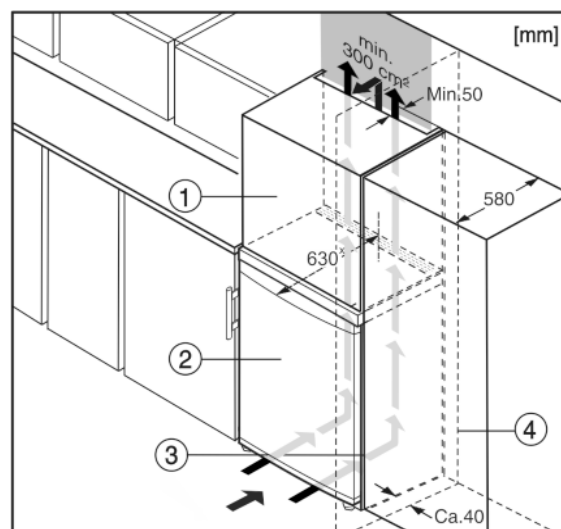

Fig. 6
- (1) Mobile da appoggio
- (2) Apparecchio
- (3) Mobile da cucina
- (4) Parete
L'apparecchio può essere incassato nell'arredamento per la cucina. Per adattare l'apparecchio Fig. 6 (2) all'altezza della cucina componibile, è possibile applicare sopra l'apparecchio un adeguato mobile da appoggio Fig. 6 (1).*
Se la cucina possiede armarios (profundidad máx. 580 mm), el aparato se puede colocar directamente junto al armario de cocina Fig. 6 (3). El aparato sobresale 34 mm* por los lados y 50 mm* en el centro del aparato respecto al frente del armario de cocina.*
Se l'apparecchio con cerniere viene installato accanto ad una parete Fig. 6 (4), la distanza minima fra l'apparecchio e la parete deve essere almeno di 40 mm, che corrisponde alla sporgenza della maniglia con la porta aperta.